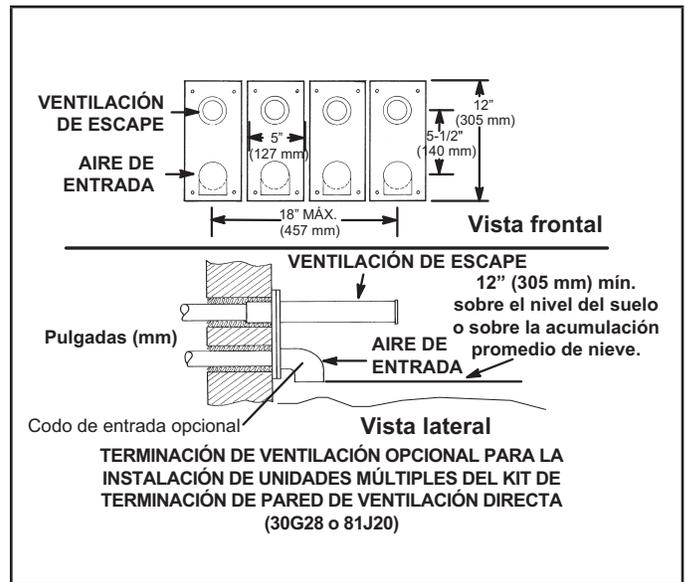

FIGURA 39
- 8 - Una instalación de calefactores múltiples puede utilizar un grupo de hasta cuatro terminaciones ensambladas juntas horizontalmente, como se muestra en la FIGURA 39.